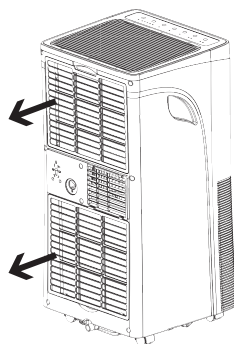

Рис. 20
1. Откройте крышку воздухозаборной решетки и извлеките фильтры согласно рис. 20.